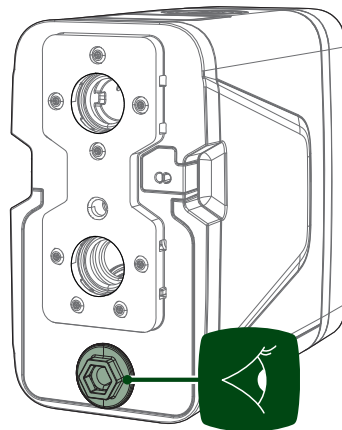

Abb. 14 Ablassschraube
5. vorsichtig die Ablassschraube abschrauben (siehe Abb. 14 Ablassschraube) und das Wasser, das sich im Inneren befindet, ablassen. Wenn während des Vorgangs auch der Einfüllstopfen (RV) entfernt oder ausreichend gelockert wird, siehe Abb. 10 Befüllungsvorgang – Korrekte Position RV-Stopfen, wird das Entleeren der Pumpe erleichtert und auch die gesamte Förderleitung abgelassen.